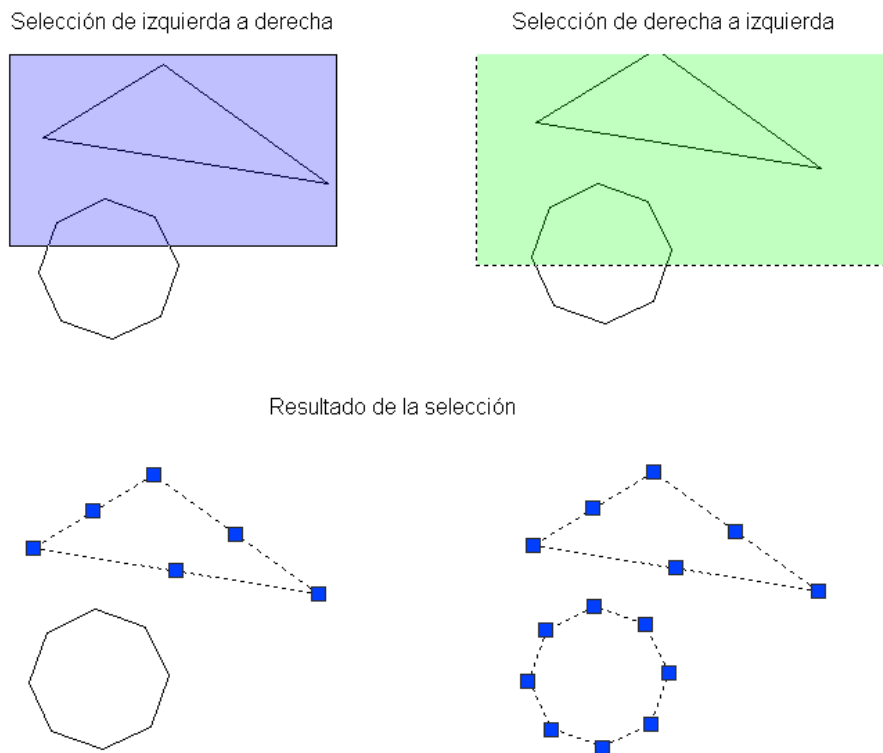
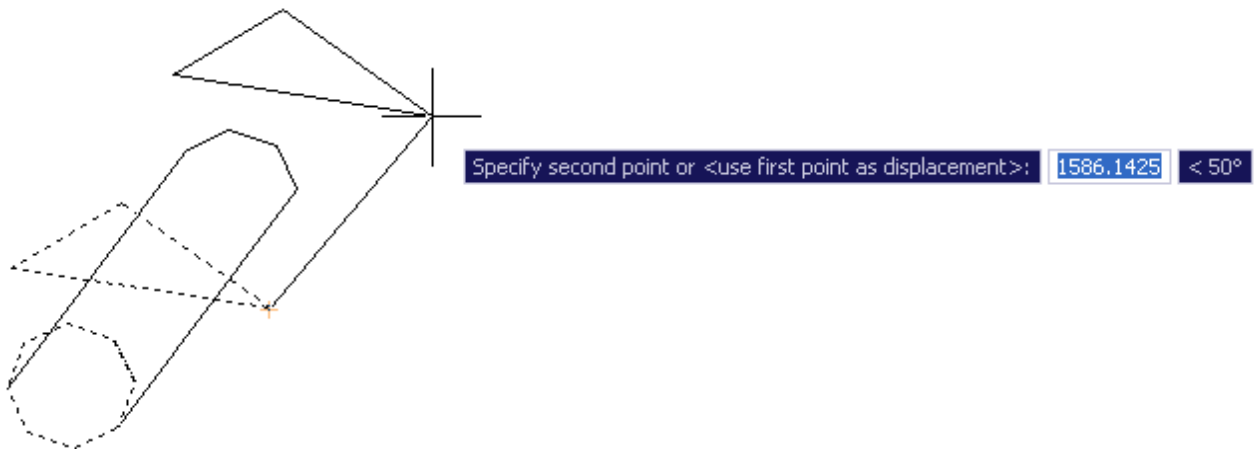

Figura 2.83. Ventanas de selección.
Figura 2.84. Alargado.
**Tip.** En general, cuando se utiliza una ventana de selección que se crea de izquierda a derecha, sólo los objetos que queden completamente dentro de la ventana serán seleccionados; cuando la ventana de selección se genera de derecha a izquierda, todos los objetos que sean “tocados” por la ventana serán seleccionados. Esto aplica para cualquier comando (ver la figura 2.83). Se puede observar que AutoCAD cambia el color de la ventana de selección dependiendo del sentido en que se ha creado ésta.
Alargar los objetos de la figura 2.83, partiendo de la mitad del octágono. El alargado debe ser de 1,586 unidades y  $56^\circ$  (ver figura 2.84).
- Generar un triángulo y un octágono como se muestra en la figura 2.84.